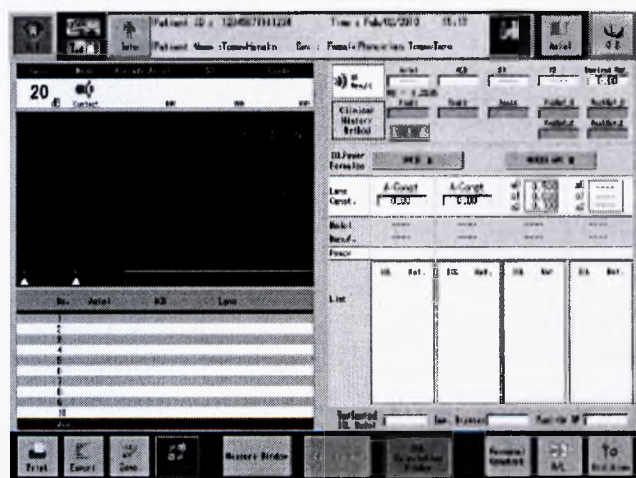

Рис. 2
Коснитесь кнопки "IOL" (1), которая имеется в каждом окне, чтобы открыть окно вычисления ИОЛ (Рис. 2).